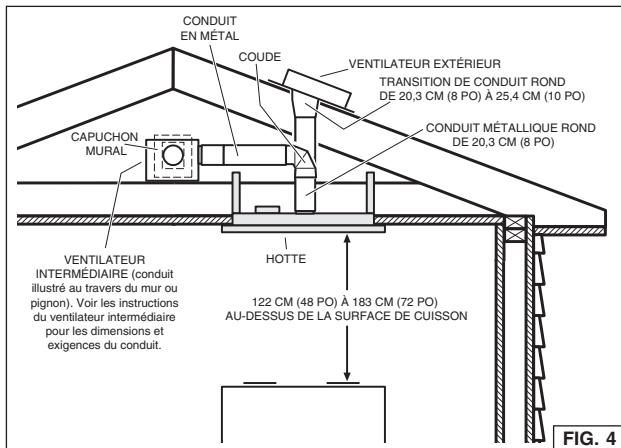

FIG. 4
1. Choisissez l'emplacement de la hotte, du ventilateur extérieur ou intermédiaire et de tout capuchon mural ou de toit, et décidez de l'emplacement des conduits. Consultez la Fig. 4 et les instructions du ventilateur extérieur ou intermédiaire pour obtenir des suggestions.